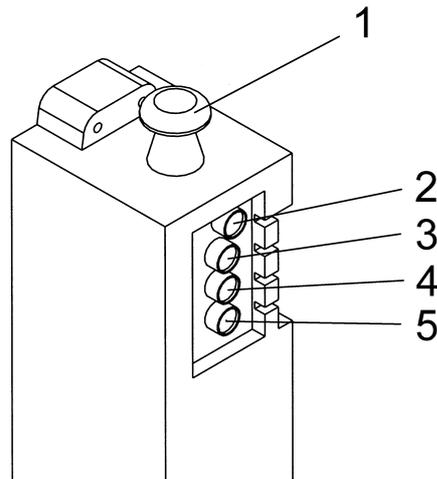

Abb. 3 Steuer-/Akkueinheit
Die Steuer-/Akkueinheit ist am Lifter fest installiert. An ihr befinden sich die NOT-AUS-Taste (**Abb. 3, Pos. 1**), die Ladebuchse (**Abb. 3, Pos. 2**) und die Ladekontrollleuchte (**Abb. 3, Pos. 3**). An der Steuer-/Akkueinheit befinden sich ferner die Anschlußbuchsen für Motor (**Abb. 3, Pos. 4**) und Handtastatur (**Abb. 3, Pos. 5**).
- Bei Gefahr die NOT-AUS-Taste drücken (**Abb. 3, Pos. 1**). Der Motor hält sofort an, die Hebe- oder Senkbewegung wird gestoppt.
- Netzkabel mit der Ladebuchse verbinden (2-poliger Klinkenstecker) (**Abb. 3, Pos. 2**).
- Die Ladespannung des Ladegeräts beträgt ca. 27,5 V(DC) und der Ladestrom beträgt ca. 0,8 A.